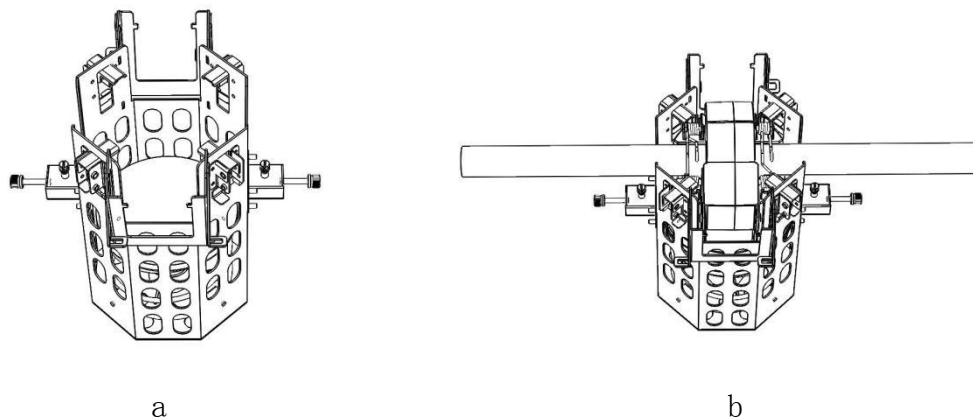

图 5.7
1. 将安装托杯上的 4 个拆卸拨片全部打开，状态如图 5.7-a 所示。
2. 举起绝缘杆使安装托杯对准线路上的采集单元，向上用力使采集单元滑入安装托杯内。状态如图 5.7-b 所示。确认采集单元滑入安装托杯后向下使劲用力使采集单元脱离线路，完成采集单元拆卸。